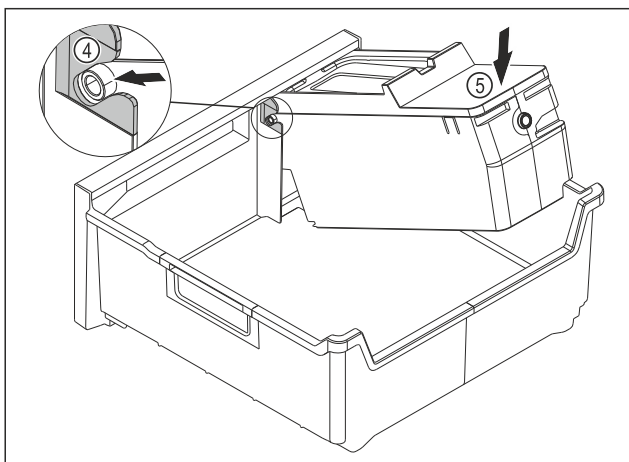

Fig. 121
- ▶ Montáž korpusu EasyTwist-Ice: Osi korpusu EasyTwist-Ice zasunúte do vedení Fig. 121 (4).
- ▶ Zatlačte korpus EasyTwist-Ice Fig. 121 (5) zozadu smerom nadol.